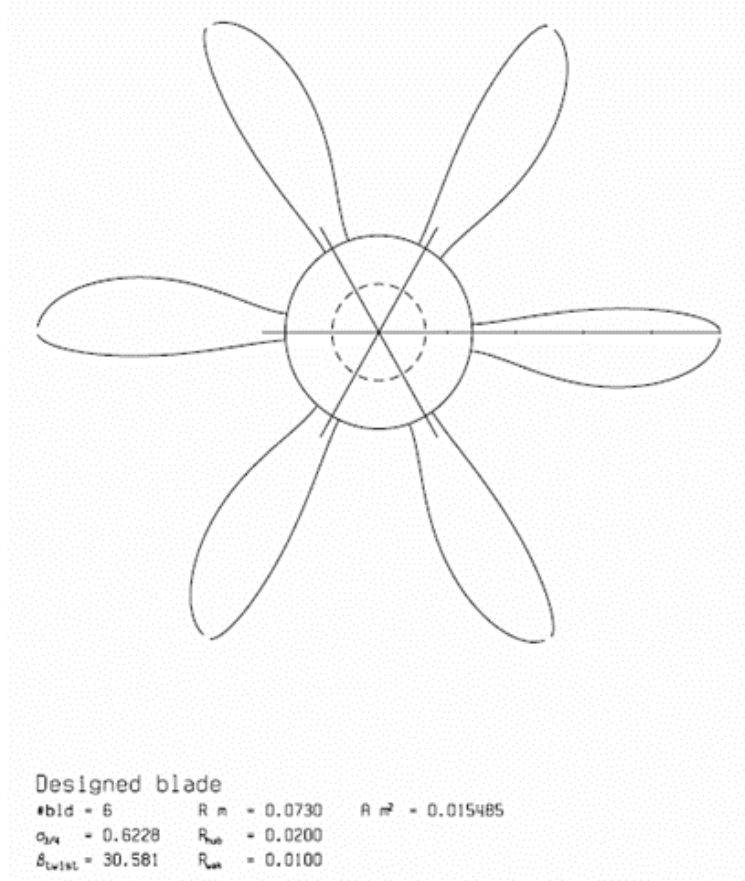

Fig. 4 – Geometria elica.
7. Otto eliche esapala realizzate con processi additivi o meccanici, in grado di sostenere in sicurezza circa 10000 RPM continuativi, da consegnare già bilanciate (geometria tipo riportata in Fig. 4), disegno CAD a carico del richiedente